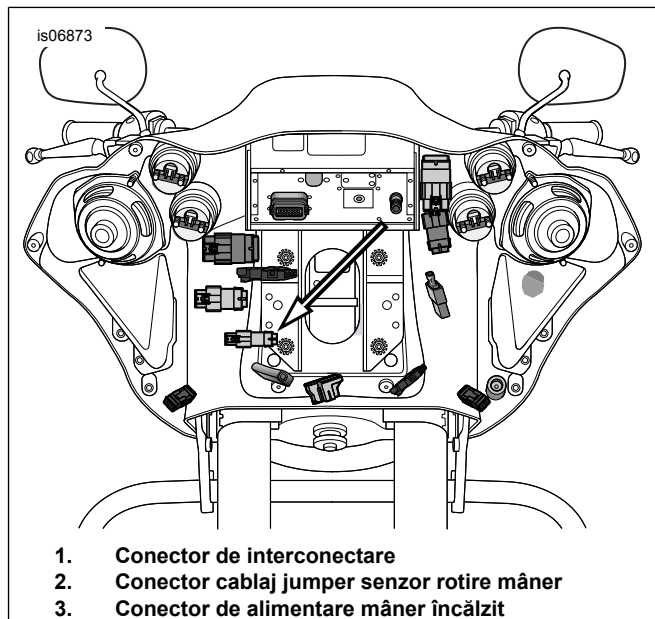

Figura 7. Conector cablaj jumper sensor rotire mâner (modele FLTR)
4. > A se vedea figura 7. Conectați conectorul TGS la jumătate de la mânerul din dreapta la jumătatea conectorului cablajului.